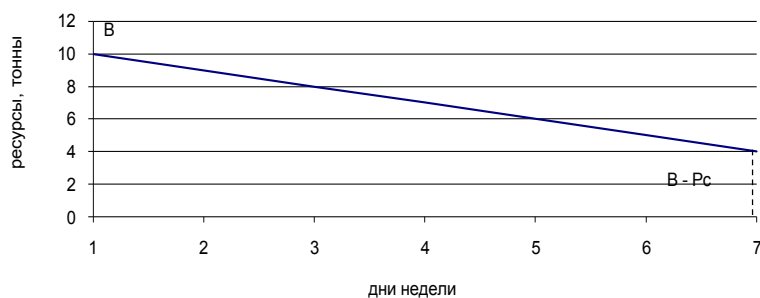

Рисунок 5.4 - Динамика расхода ресурсов (разовая поставка, нет дефицита)
- если дефицита сырья нет (рис.5.4), то расходы на хранение определяются по формуле: